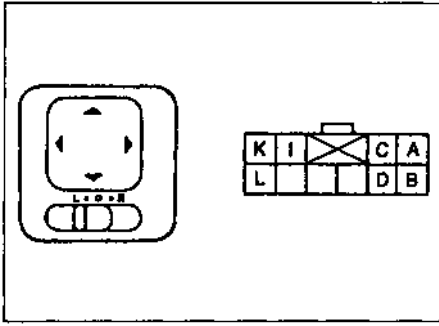

Рис. 22.8. Переключатель управления зеркалами заднего вида и его контакты
- 8 Если напряжение присутствует, отсоедините разъем и проверьте непрерывность между клеммами зеркала А и ЦС и ЦА и ЦА и В (см. рис. 22.8). Если контакта между клеммами нет, проверьте разъем и электропроводку в двери к зеркалу. Если провода исправны, замените зеркало.